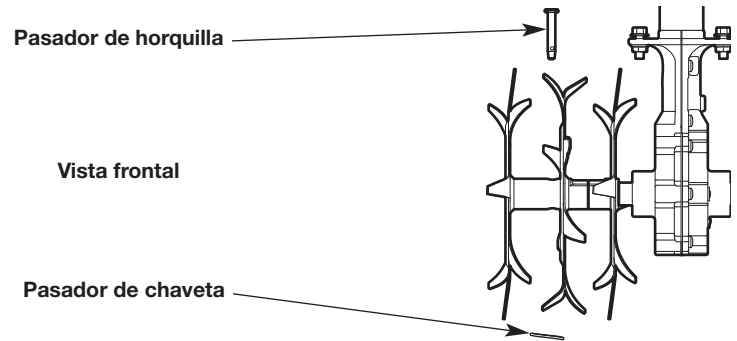

Fig. 12
1. Extraiga el pasador de chaveta del pasador de horquilla (Fig. 12). Extraiga el pasador de horquilla de los dientes dobles y del eje de los dientes.
3. Inserte un pasador de horquilla a través de los orificios alineados (Fig. 12). Inserte un pasador de chaveta en el pasador de horquilla.